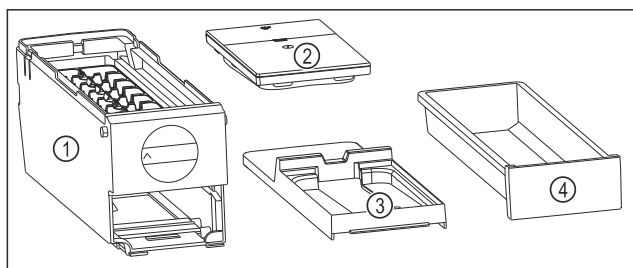

Fig. 143 Sastavni dijelovi sustava EasyTwist-Ice
- EasyTwist-Ice je rastavljen u četiri dijela. (pogledajte Fig. 143)
- Sustav EasyTwist-Ice rastavite samo u dijelove prikazane slikom. (pogledajte Fig. 143)
- Tijelo sustava EasyTwist-Ice Fig. 143 (1) čistite kao cjelinu.